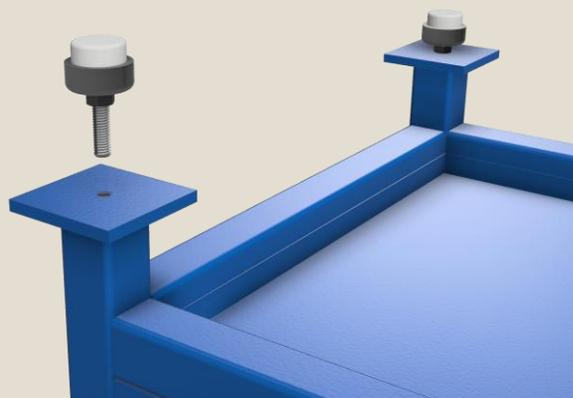

Figura 4.6
2. Se atornilla los niveladores o ruedas hasta el fondo. (Figura 4.6)